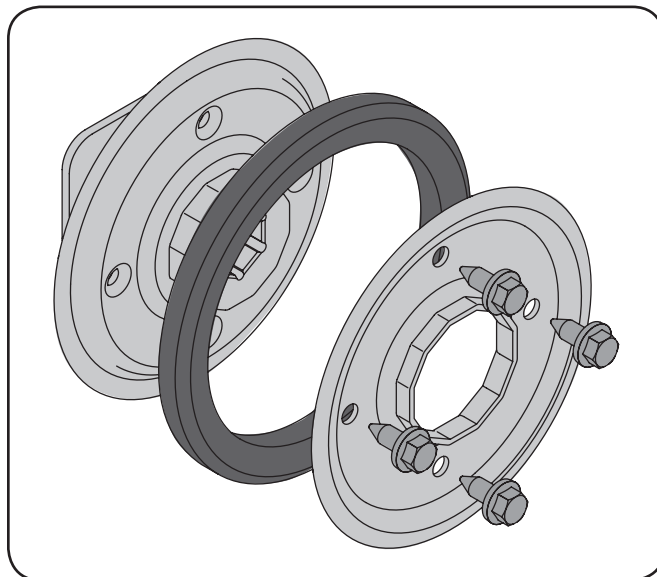

Figura 7-11
1. Saque los cuatro tornillos que mantienen unidas las placas laterales de la rueda de fricción. Vea la Figura 7-11.